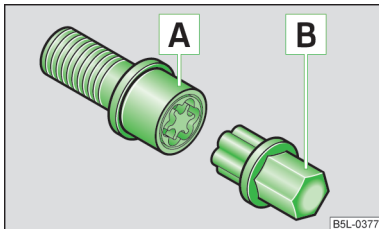

Abb. 151
Die Anti-Diebstahl-Radschrauben schützen die Räder vor einem Diebstahl. Diese können nur mithilfe des Adapters [B] » Abb. 151 gelöst bzw. festgezogen werden.
- Den Adapter [B] » Abb. 151 mit der verzahnten Seite bis zum Anschlag in die innere Verzahnung im Kopf der Anti-Diebstahl-Radschraube [A] stecken.